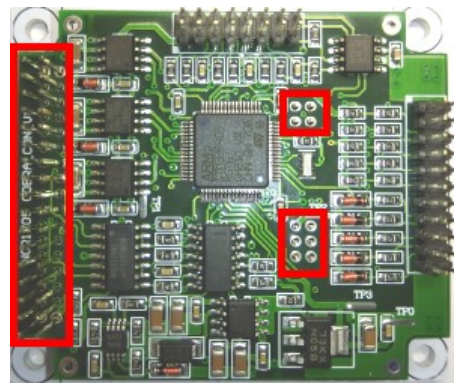

图 7
2. 将控制板按照孔位安装在铝基板上（图 7）；	安装时要注意其他的引脚对齐